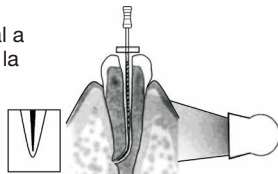

Fig.6
- Una toma de rayos X en un ángulo difícil o inusual a veces puede causar la ilusión de que la punta de la lima no ha llegado al ápice. Los resultados del Localizador de ápices y los rayos X pueden no correlacionarse cuando la constricción apical se encuentra en un ángulo inusual o grave, lo que puede indicar falsamente que la punta de la lima no ha alcanzado la punta del conducto de la raíz. (Fig. 6)